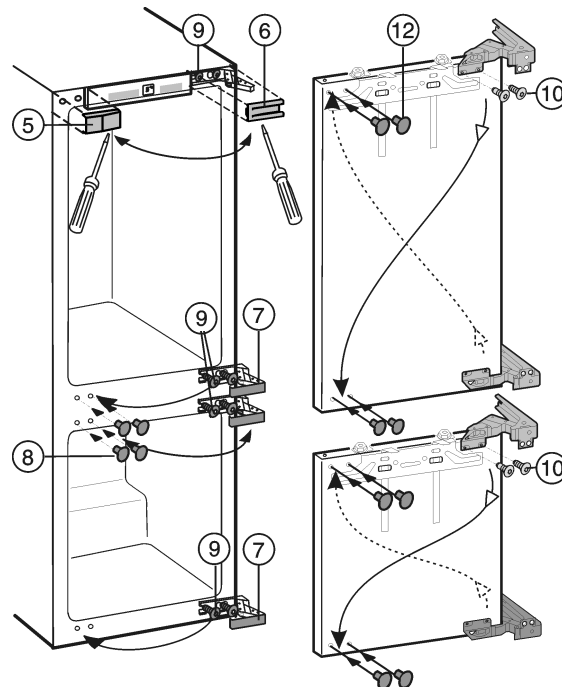

Fig. 8
- Desmonte hacia delante las cubiertas Fig. 8 (5,6,7,8) con un destornillador para tornillos de cabeza ranurada.
- Afloje únicamente los tornillos Fig. 8 (9) superiores e inferiores del cuerpo del aparato.
- Atornille ligeramente los tornillos Fig. 8 (9) que va a reinstalar en el lado opuesto.
- Retire los tornillos Fig. 8 (10) y dé la vuelta a la bisagra en diagonal.
Los tornillos Fig. 8 (10) son autocortantes: Utilice un destornillador a pilas.
- Cierre los orificios de sujeción abiertos con Fig. 8 (12) tapones.
- Enganche las puertas en los tornillos Fig. 8 (9) premon-tados y apriete los tornillos **con 3 libras-pie (4 Nm para fijarlos)**.